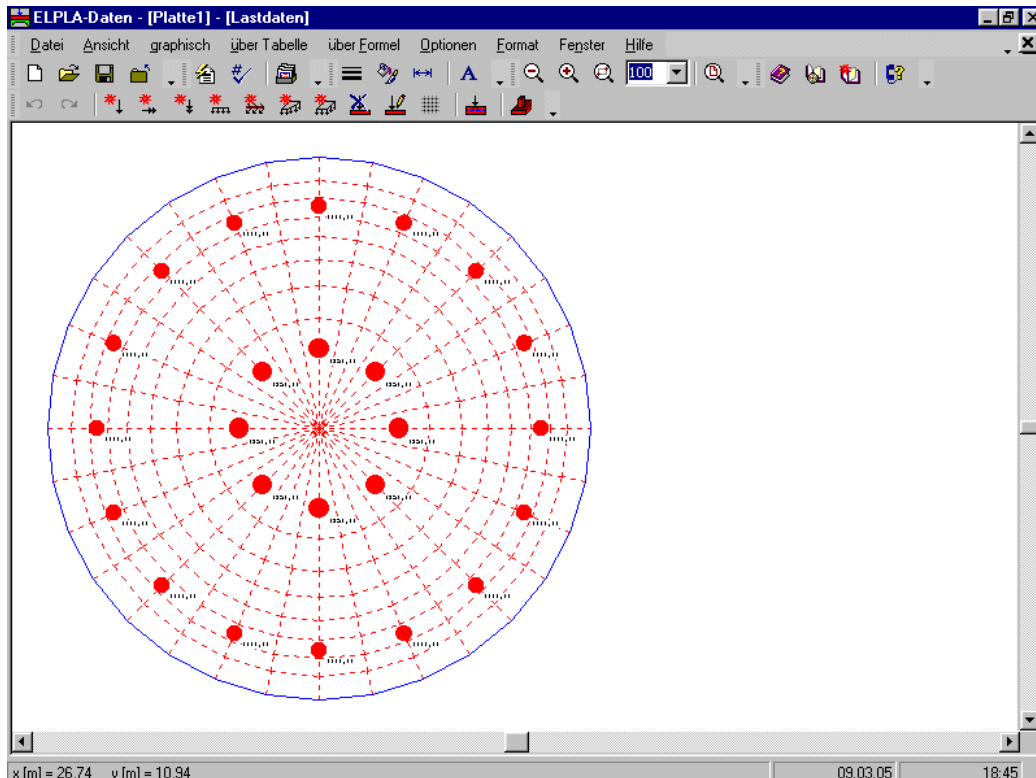

Bild 3-26 Lasten auf dem Bildschirm
Nach der Definition aller Lastdaten sollte der Bildschirm wie das folgende Bild 3-26 aussehen.
- Wählen Sie "Lastdaten speichern" aus dem "Datei"-Menü im Bild 3-26, um die Lastdaten zu speichern